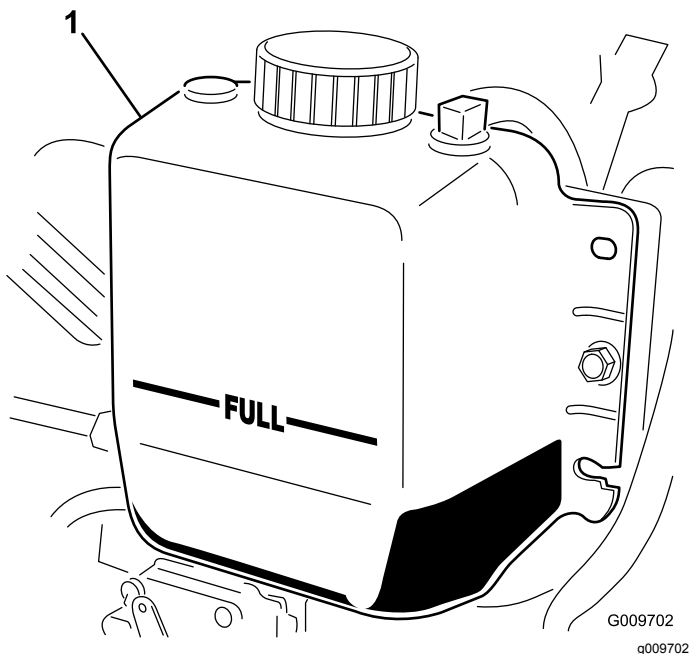

Figura 16
2. Verifique o nível do líquido de arrefecimento do radiador. O radiador deverá encontrar-se cheio de líquido até ao cimo do tubo de enchimento e o nível de líquido no depósito de expansão deverá atingir a marca FULL (cheio) (Figura 16).